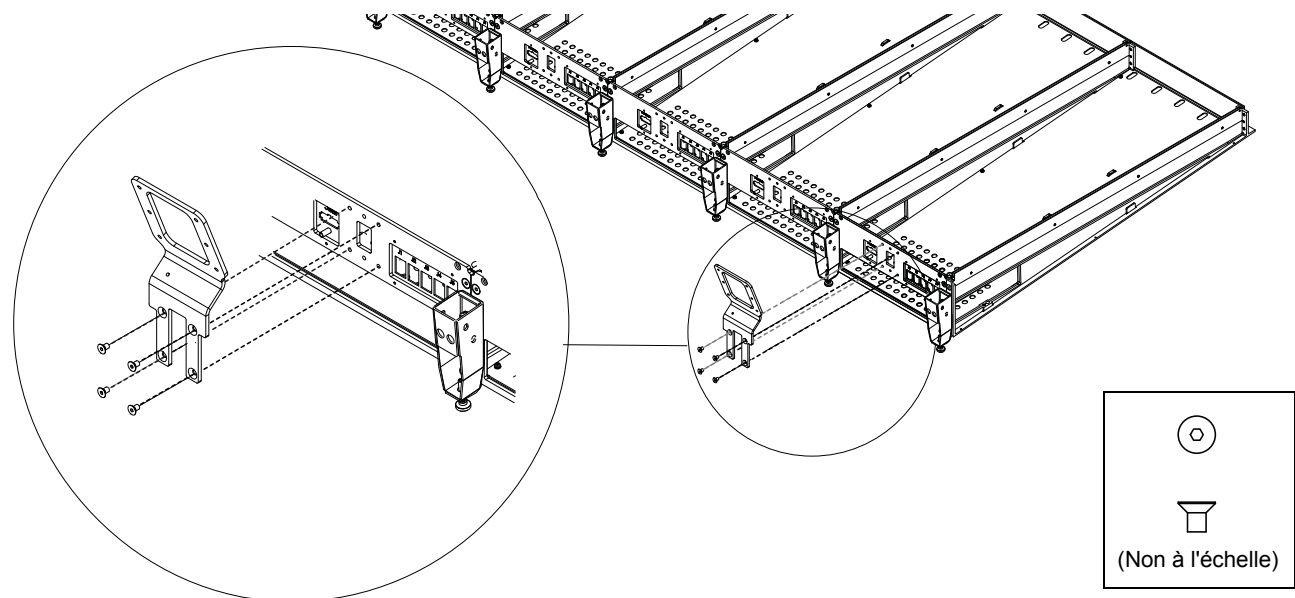

Figure 26. Fixation des supports de montage des modules Display
- 2 Fixez le premier support de montage de module Display aux quatre trous situés au centre de la plaque de connexion arrière de chaque bac de canaux à l'aide des quatre vis hexagonales plates. Assurez-vous que les supports sont correctement orientés, comme représenté sur la Figure 26. Ne fixez pas de support de montage de module Display au bac qui accueillera les modules de votre section principale.